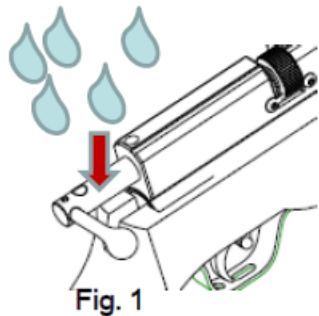

Fig. 1
- NOTA: Es muy importante engrasar muy a menudo el sistema de cerrojo (ver fig. 1). En caso de realizar algún cambio de juntas se recomienda usar **grasa de silicona**.